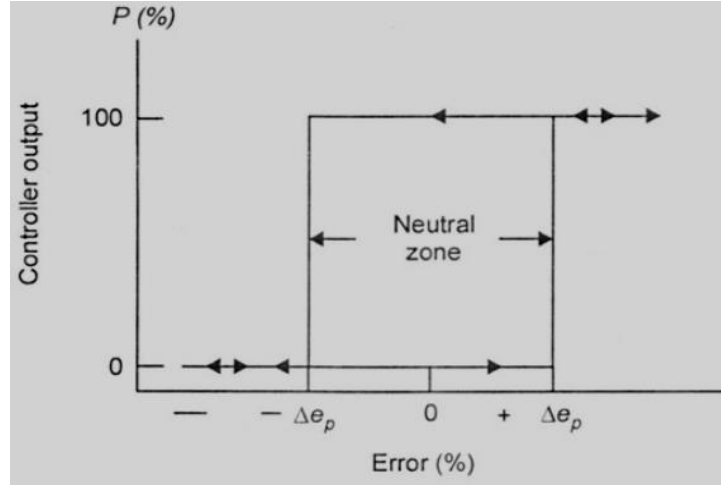

Fig. 4.6
4.3.3 ऑन/ऑफ कंट्रोलर न्यूट्रल झोन: प्रॅक्टिकल इम्प्लिमेंटेशनमध्ये, टू-पोझिशन कंट्रोलर (ऑन/ऑफ कंट्रोलर) मध्ये, जेव्हा $e(t)$ शून्याच्या माध्यमातून वाढते किंवा कमी होते तेव्हा एक ओव्हरलॅप होते. या कालावधीत, कंट्रोलर आउटपुटमध्ये कोणताही बदल होत नाही, जे Fig. 4.6 मध्ये दाखवले आहे. जोपर्यंत वाढत्या एररमध्ये $\Delta e(t)$ शून्याच्या वर बदल होत नाही, तोपर्यंत कंट्रोलर आउटपुटची स्थिती बदलणार नाही. कमी होताना, ते शून्याच्या खाली $\Delta e(t)$ पर्यंत पडेपर्यंत कंट्रोलर 0% वर बदलणार नाही.